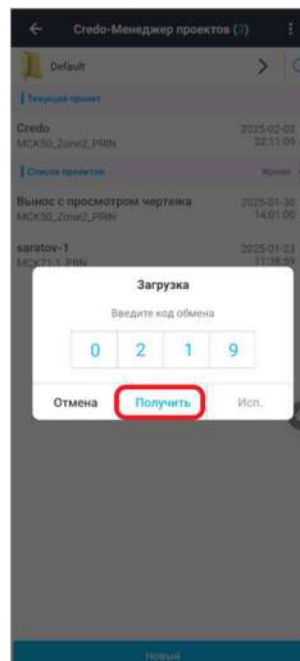

Рисунок 2.2.14
- ☛ В появившемся окне введите код обмена экспортирующей стороны (Рисунок 2.2.14).